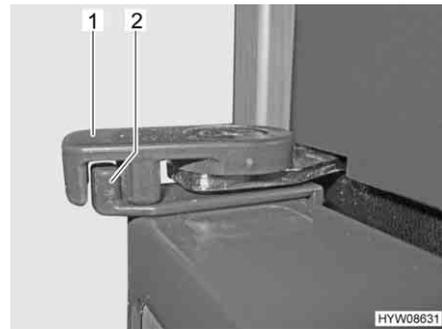

Bild 66 Arretierung der Kühlschranktür in Lüftungsstellung
- Verriegelung (Bild 66,1) zur Kühlschrankmitte drehen. Die äußere Aussparung der Verriegelung muss dabei über die Verriegelungsnase (Bild 66,2) gefahren werden. Die Kühlschranktür bleibt damit leicht geöffnet.